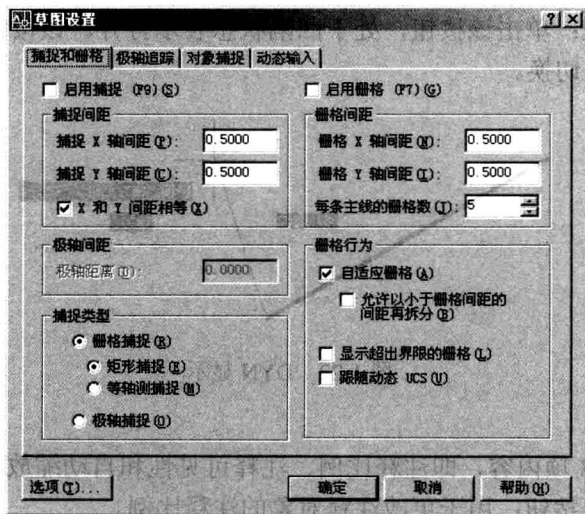

图 1-21 “草图设置”对话框
- **【捕捉】按钮**：单击该按钮，处于凹陷状态表示打开，否则是关闭状态。此时光标只能在 X 轴、Y 轴或极轴方向移动固定的距离，就是说只能精确移动。也可以选择 **【工具】→【草图设置】** 命令，弹出“草图设置”对话框，如图 1-21 所示，选择是否启用捕捉命令，并可以通过编辑框调整捕捉的轴间距。
弹出草图设置对话框,如图 1-21 所示,选择“极轴追踪”选项卡,在相应的编辑框中进行调整。
- **【对象捕捉】**按钮:单击该按钮,处于凹陷状态表示打开。在绘图时,该按钮主要用于捕捉图形中的端点、中点、垂点和圆心等关键点。要更改捕捉的内容可以选择**【工具】→【草图设置】**命令,弹出草图设置对话框,如图 1-21 所示,选择“对象捕捉”选项卡,选择需要的复选框。